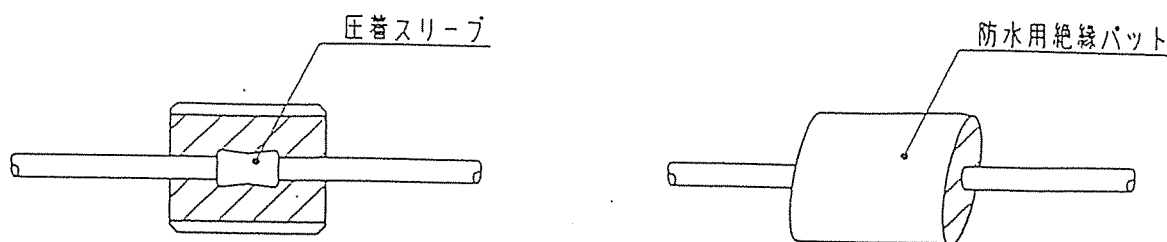

図9
- (2) スイッチは、できるだけ、スナップアクションのもの、またはリレーを使用してください。
- (3) 電気設備保安のために制御回路側にはヒューズ、漏電ブレーカなどの遮断器をご使用ください。
- (4) 配線用電線は、公称断面積 0.75mm^2 以上のものをご使用ください。また、リード線には無理な力が加わらないようにしてください。
- (5) AC・DCコイルとも極性はありません。(ACコイルは整流器(半波)内蔵し、DC駆動しています。) リード線・端子箱の接続を図9～図11に示してありますので、各々のタイプに合った接続をしてください。